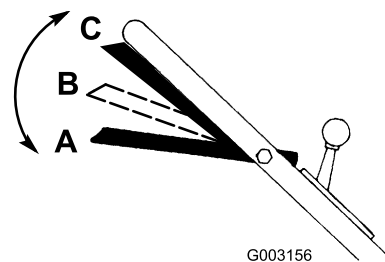

Рисунок 15
1. Установите штангу управления ножом в положение А (Рисунок 15).
2. Переместите штангу управления ножом вправо и поднимите ее в положение В, чтобы включить нож (Рисунок 15).
3. Прижмите штангу управления ножом к рукоятке в положение С, чтобы вести машину (Рисунок 15).